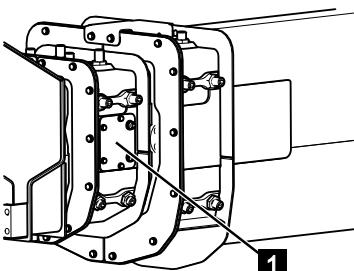

Abb. 254
3. An beiden Seiten die Wartungsklappen (Abb.254/1) öffnen.